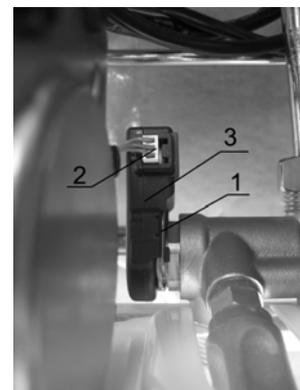

Рис. 12
- ✓ снять скобу 1 крепления датчика протока ГВС 3 (рис. 12);